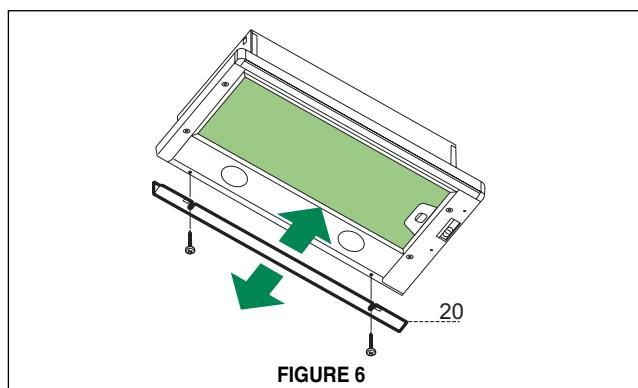

FIGURE 6
6. Une bande (FIGURE 6) est incorporée dans l'emballage afin de couvrir la partie inférieure à vis de l'armoire. La bande est fixée sur la partie inférieure en bas de la hotte par deux vis .